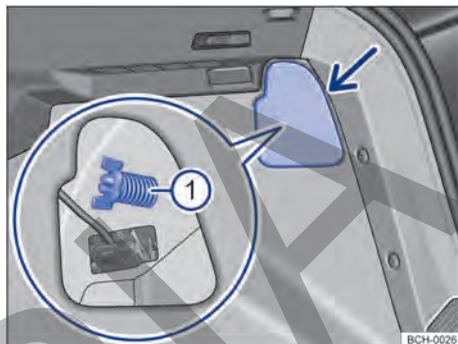
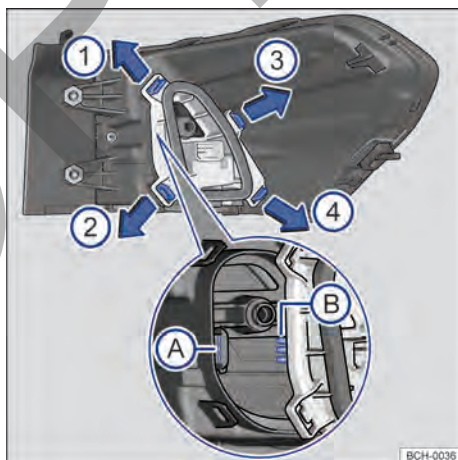

Fig. 159 En el maletero: desmontar la cubierta y retirar el tornillo mariposa ① (fragmento ampliado).
Fig. 160 Linterna trasera: desmontar el portalámparas.
- Para abrir la cubierta de la luz, girar la traba → fig. 159 (flecha).
- 5 Aflojar el tornillo mariposa ① (fragmento ampliado) y retirarlo, sosteniendo, al mismo tiempo, la linterna trasera.
- 6 Tirar con cuidado de la linterna trasera hacia afuera, para desengancharla de la carrocería → ①.
- 9 Para desbloquear el soporte de las lámparas, presionar cada lengüeta de bloqueo → fig. 160 en el sentido de las flechas.
- 15 Instalar el soporte de las lámparas en el grupo óptico trasero, prestando atención al ajuste de las láminas de contacto en la carcasa → fig. 160 A y B. Las lengüetas de traba deben encajar de forma audible en la secuencia → fig. 160 ①, ②, ③ y ④.
- 18 Sostener la luz trasera en la posición de montaje con una de las manos y atornillar con la otra el tornillo mariposa → fig. 159 ①.